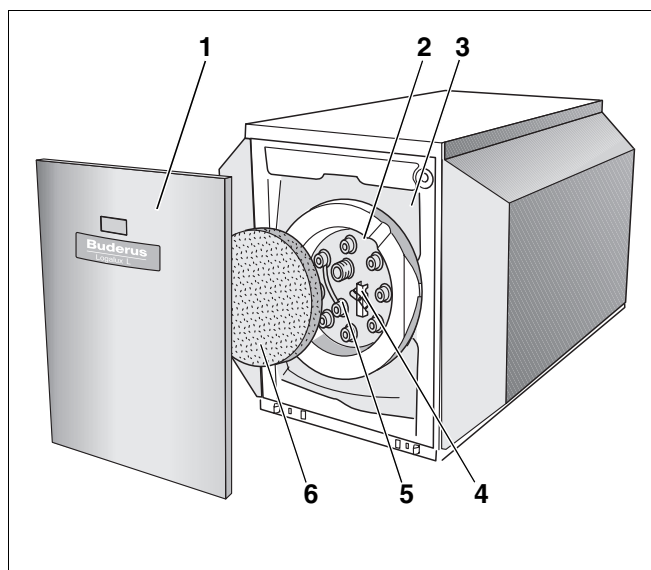

Fig. 1 Préparateur d'eau chaude sanitaire Logalux L135–200
La protection contre la corrosion est composée de la thermovitrification DUOCLEAN MKT de Buderus et d'une protection cathodique supplémentaire avec l'anode au magnésium (fig. 1, **pos. 5**) accessible par le couvercle de la trappe de visite (fig. 1, **pos. 2**).
- Couvercle de la trappe de visite (fig. 1, **pos. 2**) servant d'orifice d'entretien et de nettoyage.
- Isolation thermique (fig. 1, **pos. 3**)
L'isolation thermique en mousse rigide de polyuréthane sans CFC est injectée directement sur le préparateur d'ECS. Un élément d'isolation thermique (fig. 1, **pos. 6**) en mousse synthétique minimise les pertes de chaleur par le couvercle de la trappe de visite.
- Sonde de température (fig. 1, **pos. 4**)